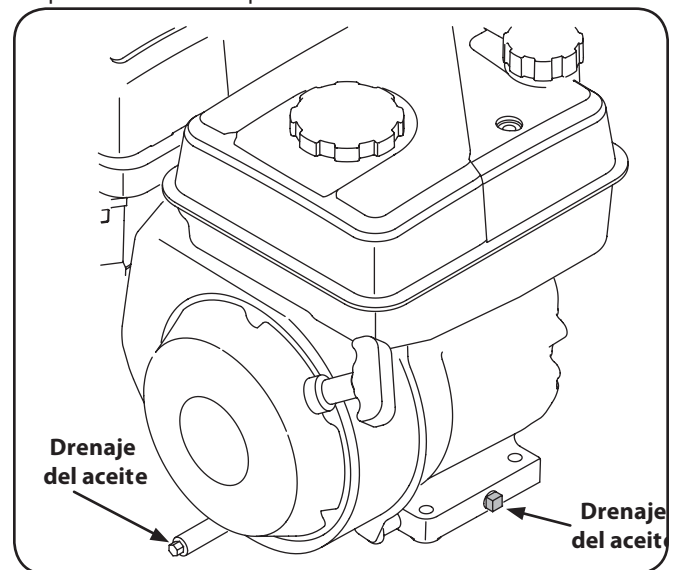

Fig. 6-3
6. Retire el tapón de drenado del aceite, si está incluido. Vea la Fig. 6-3.
12. Cargue el aceite recomendado, consulte las especificaciones para el aceite y el combustible que figuran en la sección Configuración del presente manual, y la Fig. 6-3.